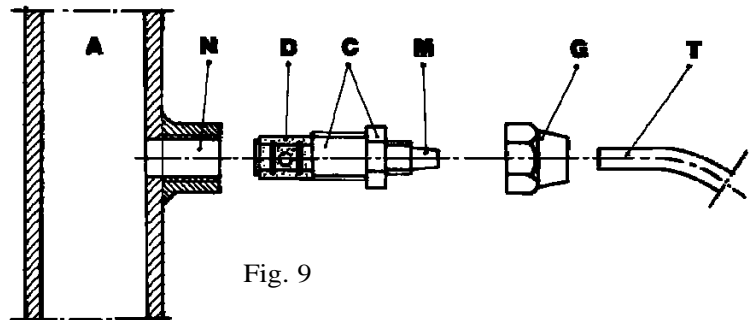

Fig. 9
h. Aplique en el conducto de la instalación por tratar, en el punto más indicado para efectuar la inyección del producto por dosificar, un racor de 3/8" gas hembra. Dicho racor no forma parte del suministro. Enrosque la válvula de inyección en el racor y use cinta de Teflon® como empaquetadura (Fig. 9.) Conecte el tubo al empalme cónico de la válvula de inyección y bloquéelo con la respectiva brida G. La válvula de inyección es también válvula de no retorno.
(fig.9)